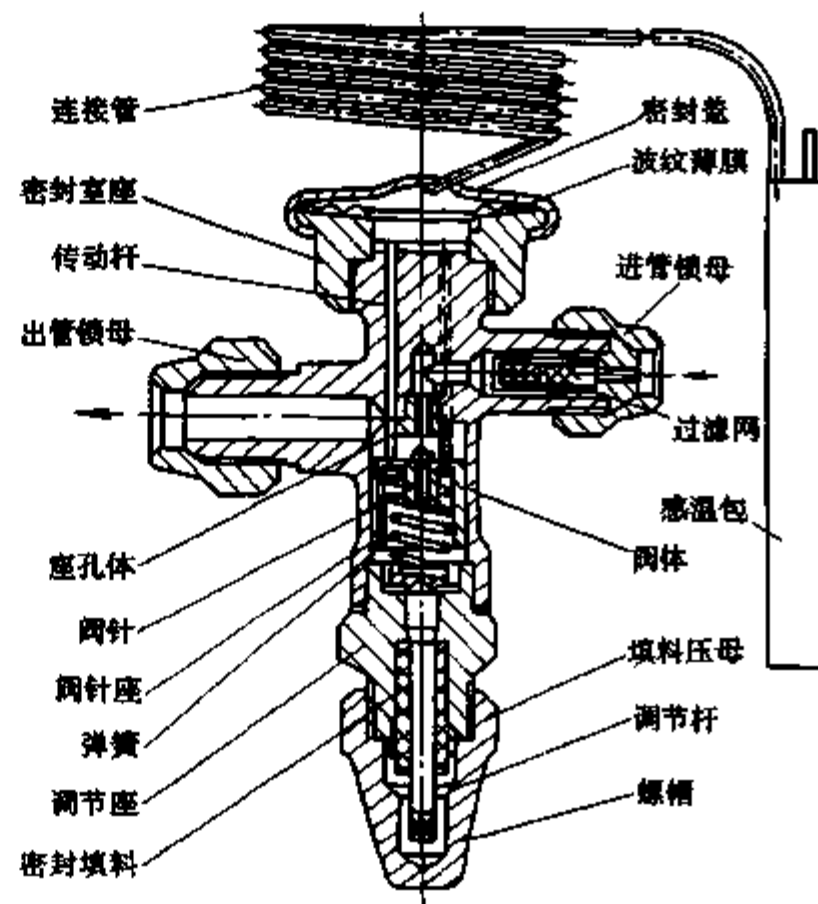

图 2-17 热力膨胀阀的结构示意图
(1) 膨胀阀的结构。热力膨胀阀是根据蒸发器内制冷剂蒸气的温度变化,自动调节进入蒸发器的制冷剂流量,使液体制冷剂在蒸发器内充分地蒸发。它一般由感应机构、阀体和调节三大部分组成,如图 2-17 所示。